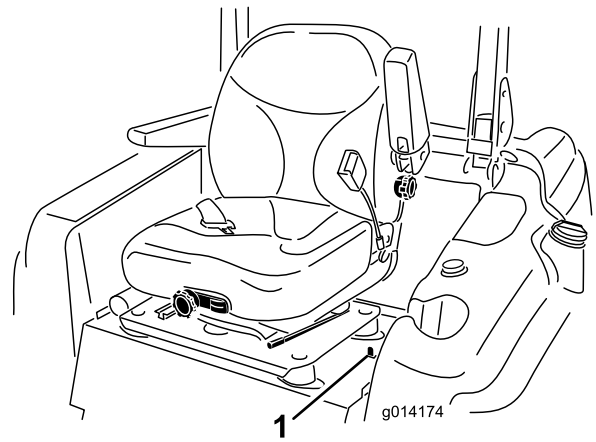

Figura 32
1. Mova o trinco do banco, localizado no lado esquerdo do banco, para trás para soltar o banco e empurre para a frente na parte superior do banco (Figura 32).